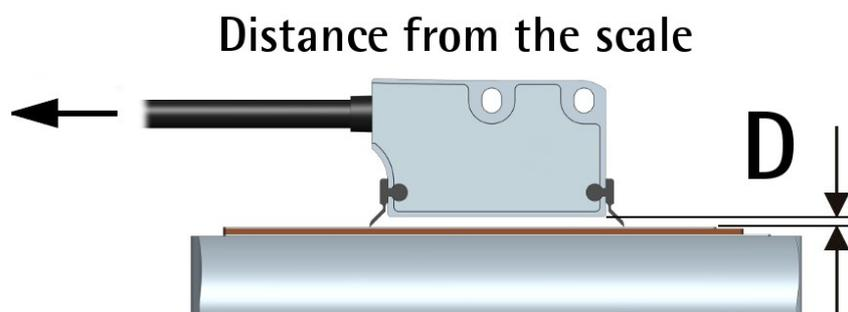
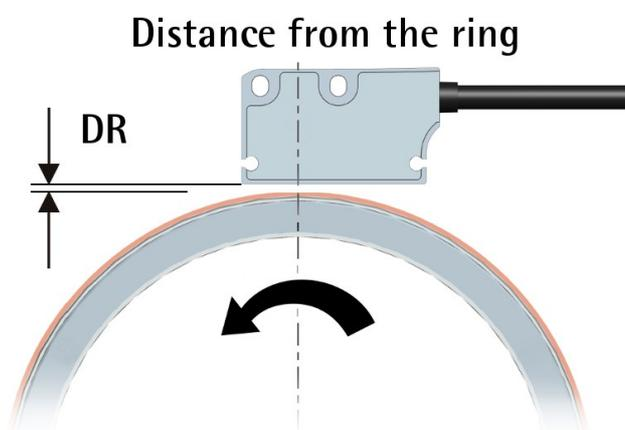

Figura 1 - Distanza montaggio sensore / banda
Figura 5 - Distanza sensore / anello
E' possibile montare la testina sulla banda nelle due direzioni. La freccia in Figura 1 indica la **direzione di conteggio standard** (il fronte di salita del segnale A precede il fronte di salita del segnale B) quando il sensore muove nella direzione indicata dalla freccia; ulteriori informazioni nella sezione "4.7 Direzione di conteggio" a pagina 22.
La distanza D (si veda la Figura 1) tra la base del sensore e la banda magnetica deve essere compresa nei range indicati nella seguente tabella:
La direzione di conteggio positiva (il fronte di salita del segnale A precede il fronte di salita del segnale B) si ha quando il sensore muove sulla banda nella direzione indicata dalla freccia in Figura 1; oppure quando l'anello ruota nella direzione indicata dalla freccia in Figura 5 Per ogni informazione riferirsi alla sezione "4.7 Direzione di conteggio" a pagina 22.
3.10 Spazzole di pulizia opzionali (Figura 1)
La direzione di conteggio standard (il canale A precede il canale B) è da intendersi con movimento del sensore come indicato dalla freccia in Figura 1 nel caso di applicazione lineare; con movimento dell'anello come indicato dalla freccia nella Figura 5 nel caso di applicazione rotativa.
Di default la relazione di fase tra i canali di uscita A e B è tale per cui il fronte di salita dell'impulso A precede il fronte di salita dell'impulso B con movimento dell'encoder nella direzione indicata dalla freccia in Figura 1 nel caso di applicazione lineare; con movimento dell'anello come indicato dalla freccia nella Figura 5 nel caso di applicazione rotativa (si veda la sezione "4.6 Definizione canali d'uscita ABO, /ABO" a pagina 22). Il valore rilevato da un contatore